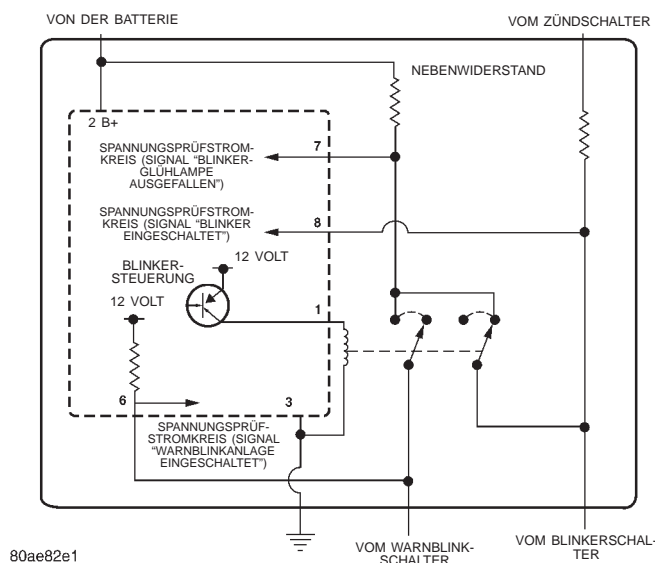

Abb. 1 Kombi-Blinkgeber - Typisch
Der integrierte Schaltkreis (IC) des Kombi-Blinkgebers (Abb. 1) enthält die Logik für Blinkfunktionen und Blinkfrequenz. An Kontaktstift 6 des IC wird eine Prüfspannung (Signal "Warnblinkanlage eingeschaltet") vom Warnblinkschalter im Kombischalter angelegt. Wird die Warnblinkanlage mit dem Warnblinkschalter eingeschaltet, so sinkt die Höhe der Prüfspannung, da der Stromkreis über die Blinkerglühlampen an Masse gelegt ist. Aufgrund dieses Spannungsabfalls erkennt der IC, daß der pnp-Transistor zur Steuerung der Blinker mit der vorgegebenen Blinkfrequenz aktiviert werden muß. Jedes Mal, wenn dieser pnp-Transistor aktiviert wird, steigt die Höhe der Prüfspannung an Kontaktstift 6, wodurch der pnp-Transistor über den IC den Stromkreis unterbricht. Dieser Vorgang wird so lange wiederholt, bis die Warnblinkanlage mit dem Warnblinkschalter ausgeschaltet wird.